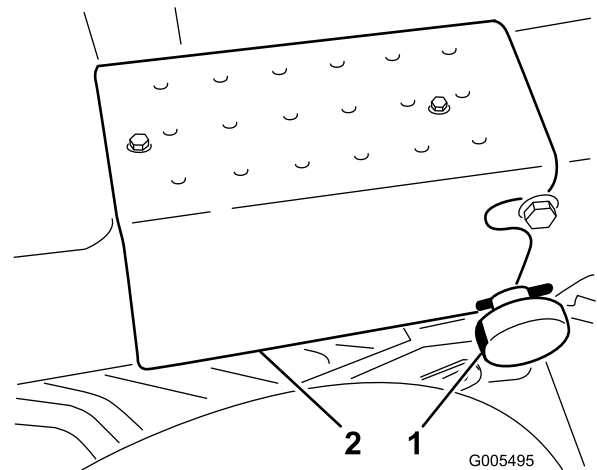

Figura 7
5. Gire el brazo de dirección a la posición de operación vertical (muescas). Fije con un pomo de bloqueo y un pasador de horquilla (Figura 7).
6. Fije el estribo derecho al bastidor con 2 tornillos autorroscantes (Figura 7).